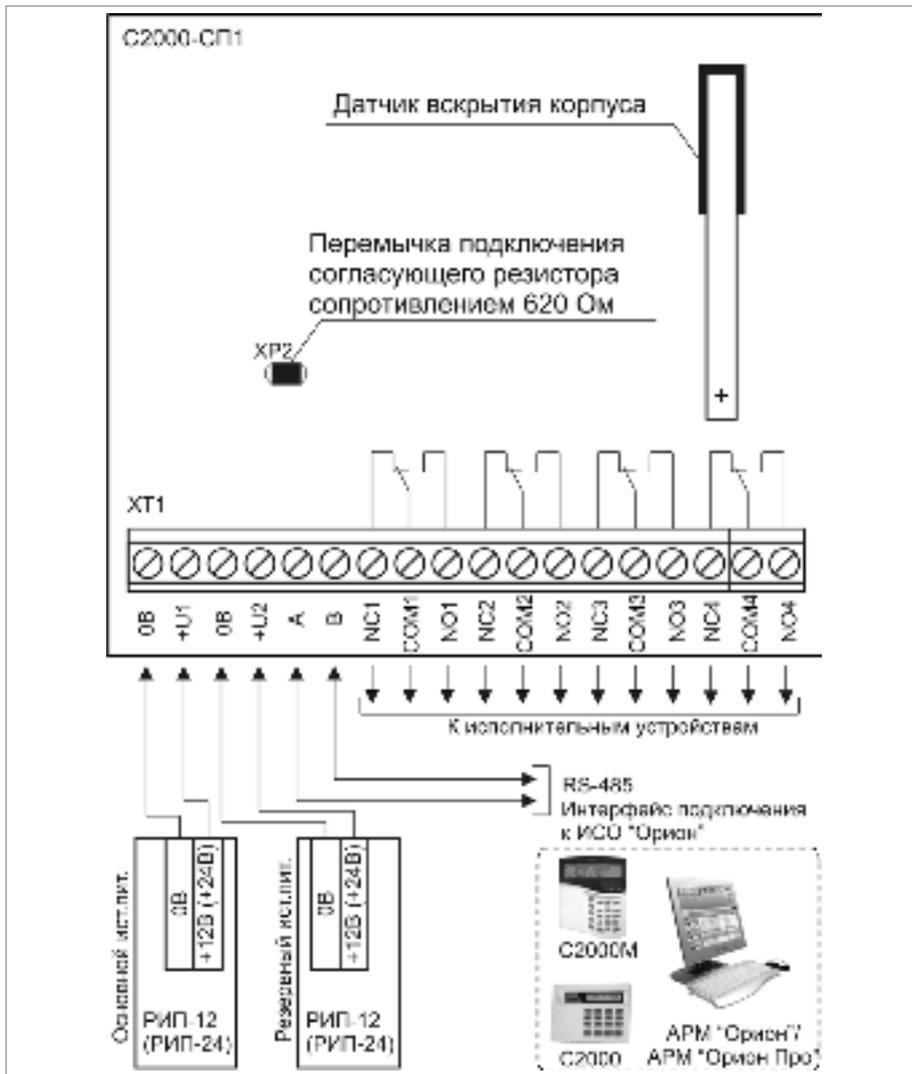
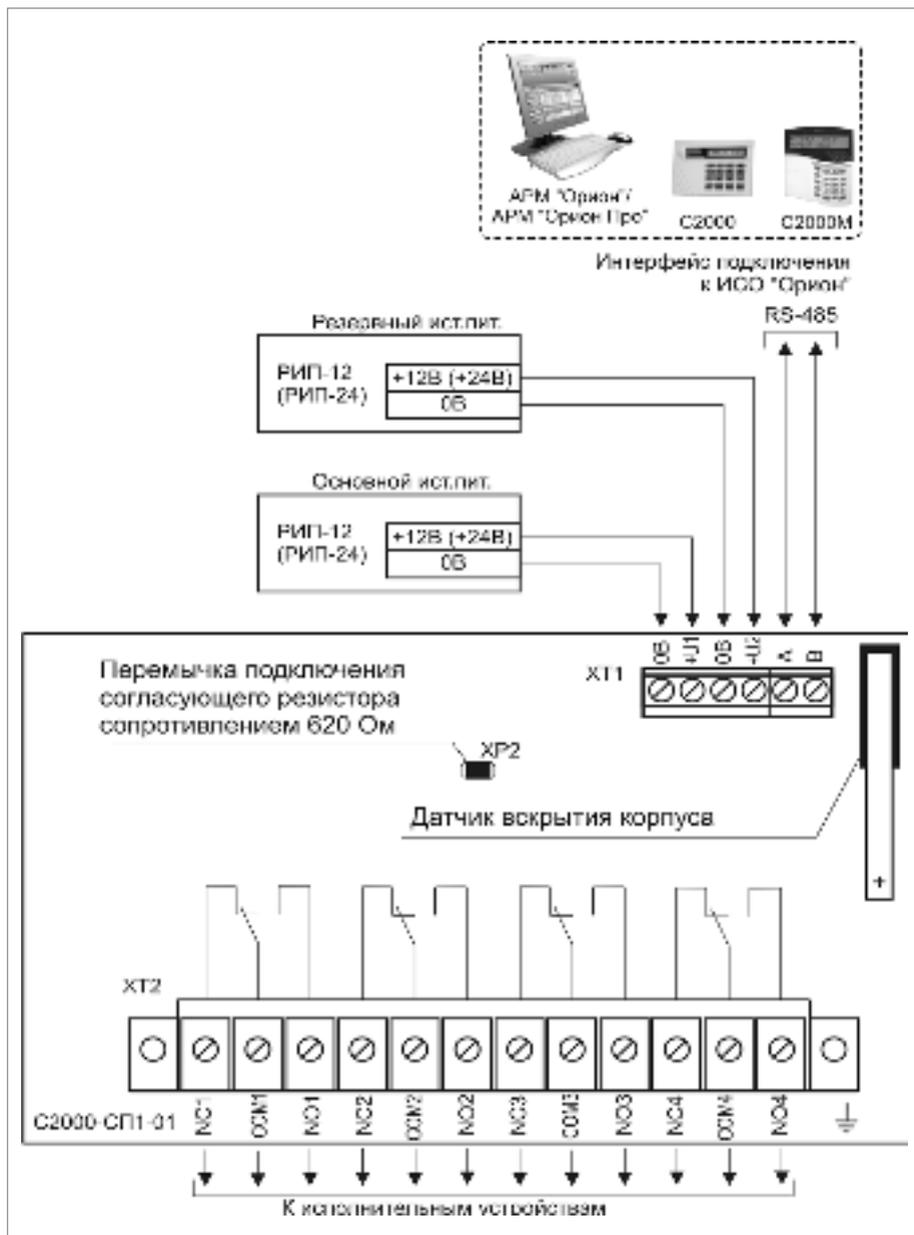

Рисунок 3.
Рисунок 4. Схема внешних соединений блока «C2000-CP1 исп.01»
4. Схема подключения блока «С2000-СП1» приведена на рис.3, схема подключения блока «С2000-СП1 исп.01» приведена на рис. 4.